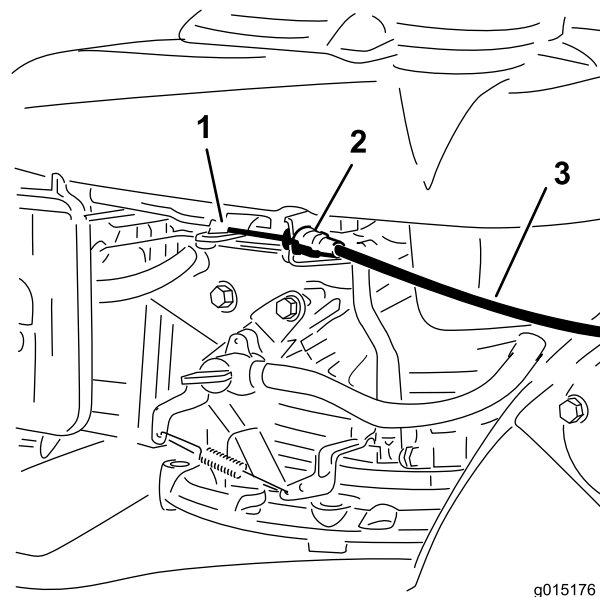

**Figura 5**
**Nota:** Usted puede ajustar la altura del manillar a dos posiciones diferentes (Figura 5). Seleccione el ajuste de altura del manillar que le sea más cómodo.